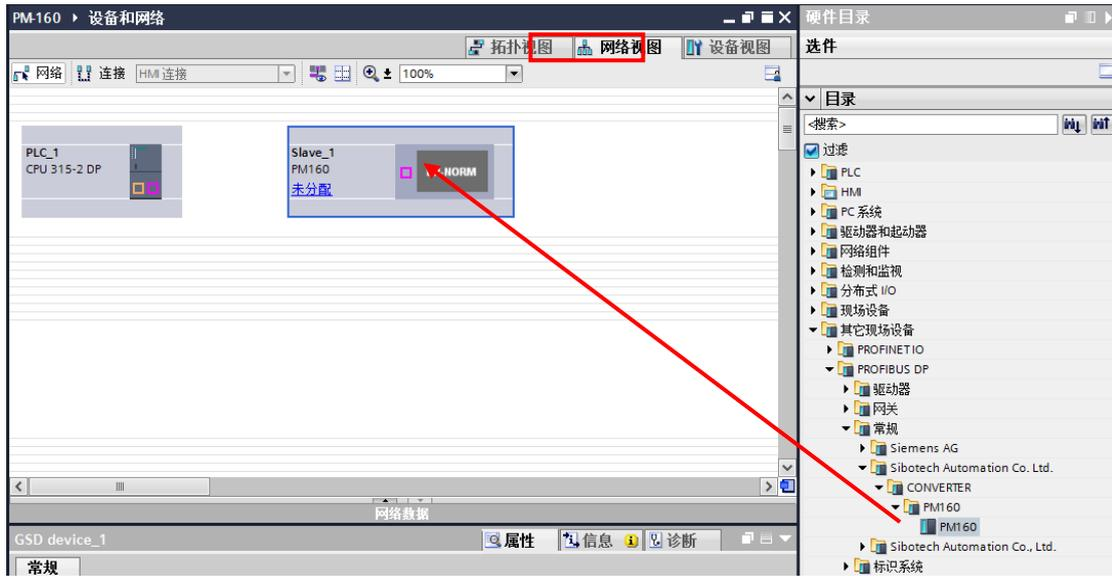
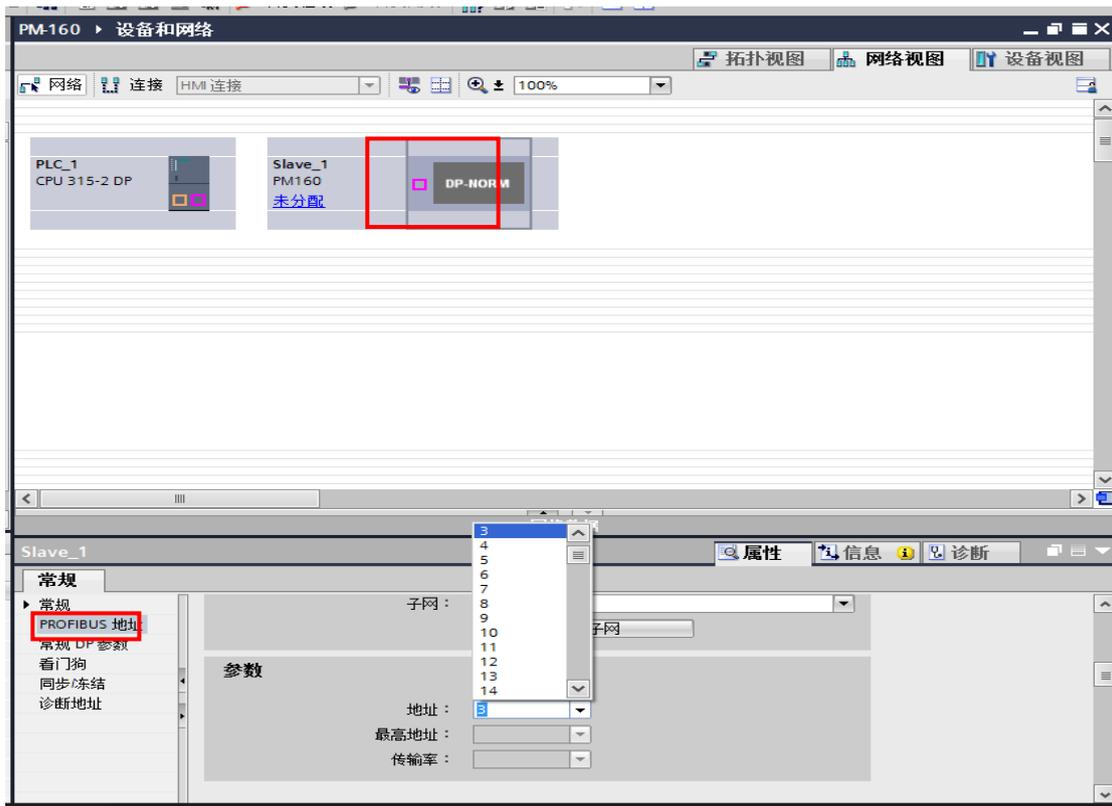

图 16 添加 PM-160
图 17 设置网关的 DP 地址
3.3 在 PM-160 设备和网络窗口右上方点击网络视图，在右侧目录窗口中添加 PM-160 网关，选择其他现场设备 > PROFIBUS DP > 常规 > Sibotech xxxx > CONVERTER > PM160xxxx > PM160， 双击或拖动添加 PM-160,如图 16 所示；点击“DP-NORM”在下方窗口中会显示网关的常规参数，单击 PROFIBUS 地址可设置网关的 PROFIBUS DP 从站地址（从站地址要与实际网关数码管显示的相同），如图 17 所示：